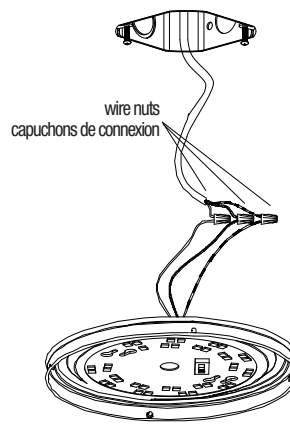

Fig. 3a
3. Make wiring connections and push all wires inside the junction box (Fig. 3a): Ground wire (green/yellow) of luminaire must be connected to the grounding conductor (green), the line wire (black) to the PHASE conductor (black) and the neutral wire (white) to the NEUTRAL conductor (white). For the Dimming Circuit (if available) connect purple lead to "+" lead and the grey lead to "-" lead of the dimming controller.
3. Effectuer les connexions de câblage et pousser tous les fils à l'intérieur de la boîte de jonction (Fig. 3a): Le fil de la mise à la terre (vert/jaune) du luminaire doit être connecté au fil de mise à la terre (vert), le fil de ligne (noir) au conducteur de PHASE (noir) et le fil neutre (blanc) au conducteur NEUTRE (blanc). Pour le circuit de gradation (si disponible), connecter le fil violet au fil «+» et le fil gris au fil «-» du contrôleur de gradation.